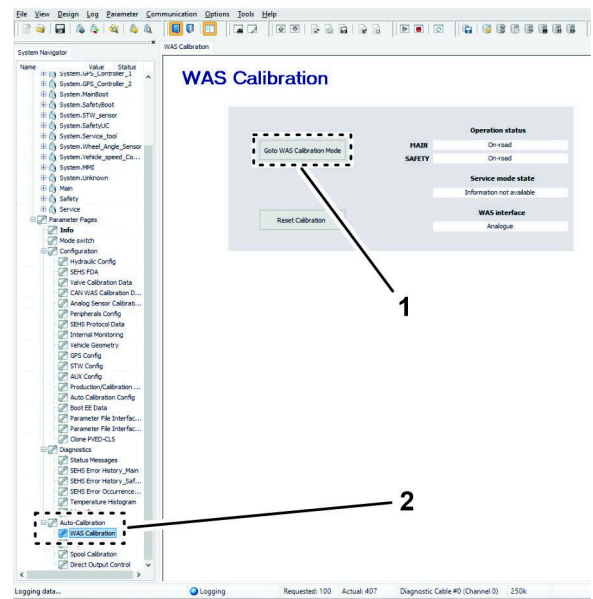

Figura 147
10. En la pestaña System Navigator (Navegador del Sistema), vaya a la carpeta CALIBRACIÓN AUTOMÁTICA y haga clic en el icono + (Figura 147).
11. Haga clic en el icono CALIBRACIÓN WAS (Figura 147).
2. En la pantalla CALIBRACIÓN WAS, haga clic en el icono IR A MODO DE CALIBRACIÓN WAS (Figura 147).